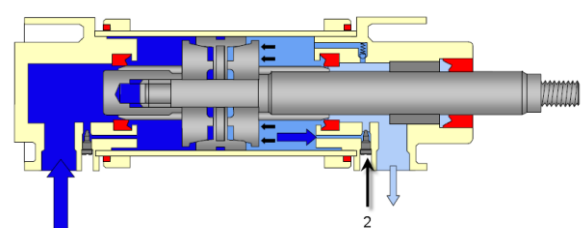

Fig. 13.
De lucht die nog in de cilinderkamer aanwezig is moet door de instelbare smoring (2) ontluchten (Fig. 13), indien deze smoring goed ingesteld is zal een luchtkussen ontstaan die een kracht uitoefent op de zuiger waardoor deze afremt.